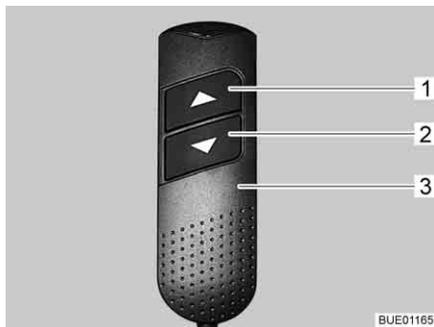

Fig. 115 Elemento de mando manual
- En el elemento de mando manual (Fig. 115,3), pulsar la tecla "▼" (Fig. 115,2) y mantenerla pulsada. La sección de los pies se introducirá. Las cabeceras del somier se levantarán.
- En el elemento de mando manual (Fig. 115,3), pulsar la tecla "▲" (Fig. 115,1) y mantenerla pulsada. La sección de los pies se extenderá. Las cabeceras del somier se bajarán.
- En el elemento de mando manual (Fig. 115,3), pulsar las teclas "▼" (Fig. 115,2) o bien "▲" (Fig. 115,1) hasta que se haya alcanzado la posición deseada.